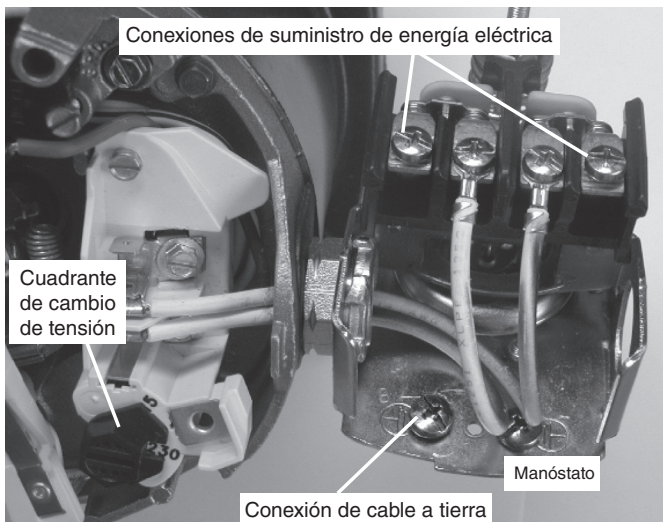

**Figura 4 - Remoción de la cubierta del motor**
1. Conecte primero el cable a tierra como se ilustra en la Figura 4. El cable a tierra debe ser de cobre macizo y al menos tan grande como los cables de suministro de energía.